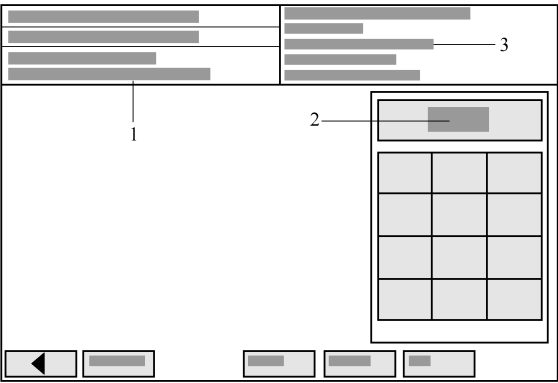

图 7-2-3 诊断仪 V. A. S 5051 A
- (2) 图 7-2-3 所示为诊断仪 V. A. S 5051 A 显示屏上的显示内容。